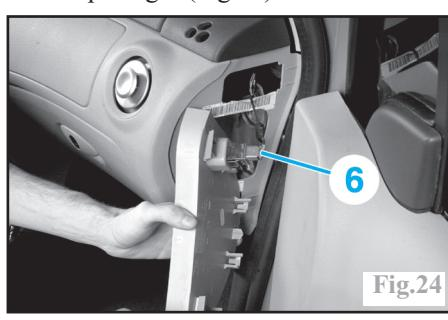

Fig.24
Débrancher le connecteur (6) de la commande à clé de désactivation de l'airbag frontal passager (Fig.24).